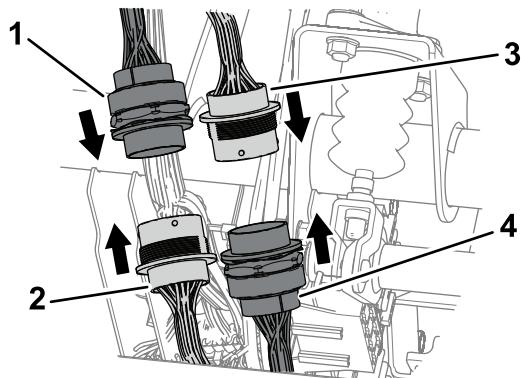

図 21
3. スロットルキットのハーネスについている31ピン・31ソケットコネクタを探し出す図 21。
4. スロットルキットのハーネスの31ピンコネクタを、車両用前方ワイヤハーネスの31ソケットコネクタに接続する図 21。
5. スロットルキットのハーネスの31ソケットコネクタを、車両用後方ワイヤハーネスの31ピンコネクタに接続する図 21。
1. キットのワイヤハーネスの枝線駐車ブレーキスイッチ用2ピンコネクタのついているものを、4のステップ5およびメインハーネスの相互接続を行う\(ページ9\)で接続したメインハーネスのところから出発して、後ワイヤハーネスに沿って配設する図21。